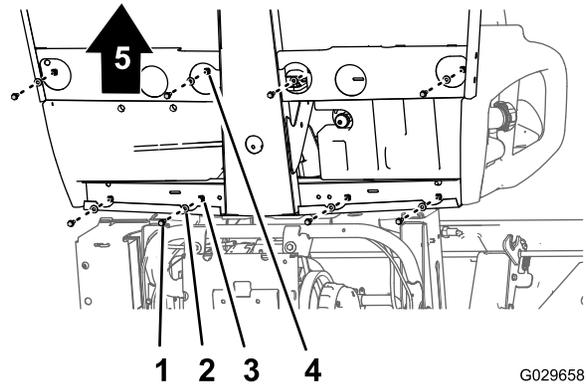

Figura 43
1. Na parte inferior da máquina, retire os 8 parafusos de cabeça flangeada e as 8 anilhas que prendem a base do banco à placa do chão e ao canal da cabina traseiro (Figura 43).
2. Cuidadosamente, levante os bancos, a base do banco e os cabos do travão de estacionamento da máquina (Figura 43).
1. Levante os bancos e a base do banco para a máquina e alinhe os cabos dos travões com o chassis (Figura 43 e Figura 44).
2. Alinhe os furos na base do banco com os furos na placa do chão e no canal da cabina traseiro (Figura 43 e Figura 44).